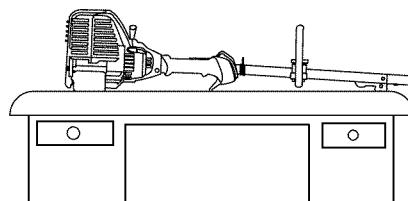

Fig. 17
- Coloque el motor sobre una superficie plana y nivelada, con el protector de la cabeza de corte colgando de un banco o mesa de trabajo para obtener una lectura adecuada del nivel de aceite (Fig. 17).